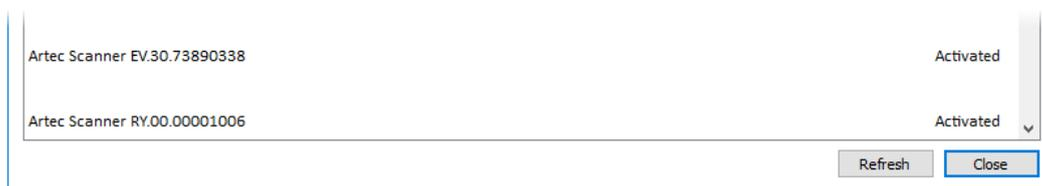

Abbildung 12: 3D-Scanner aktiviert
3. Nach Artec Installation Center gehen, auf *Aktualisieren* klicken und darauf warten, dass der neue 3D-Scanner in der Hardware-Box erscheint. Zum Aktivieren des 3D-Scanners auf *Aktivieren* klicken (rechts der Seriennummer). Der Gerätestatus wechselt zu *Aktiviert*, wie in Abb. 12 gezeigt.